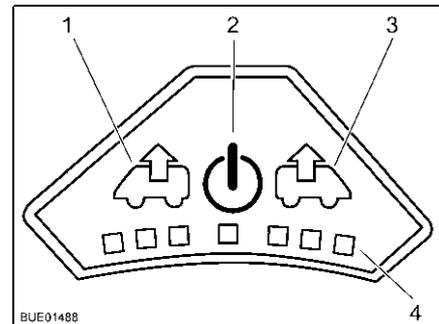

Bild 117 Bedienfeld des Ventilators
- Einschalten:** ■ Taste Ein/Aus (Bild 117,2) drücken. Der Ventilator läuft im Komfortmodus (Entlüften mit niedrigster Ventilatordrehzahl).
- Entlüften:** ■ Um die Ventilatordrehzahl zu erhöhen: Taste Entlüften (Bild 117,1) drücken. Die Ventilatordrehzahl in Entlüftungsrichtung nimmt um eine Stufe zu. LEDs (Bild 117,4) zeigen die Schaltstufen an.
■ Um die Ventilatordrehzahl zu verringern: Taste Belüften (Bild 117,3) drücken. Die Ventilatordrehzahl nimmt um eine Stufe ab.
- Um die Ventilatorzahl zu erhöhen: Taste Belüften (Bild 117,3) drücken. Die Ventilatorzahl in Belüftungsrichtung nimmt um eine Stufe zu. LEDs (Bild 117,4) zeigen die Schaltstufen an.
- Um die Ventilatorzahl zu verringern: Taste Entlüften (Bild 117,1) drücken. Die Ventilatorzahl nimmt um eine Stufe ab.
- Taste Ein/Aus (Bild 117,2) drücken. Der Ventilator stoppt, die LEDs erlöschen.